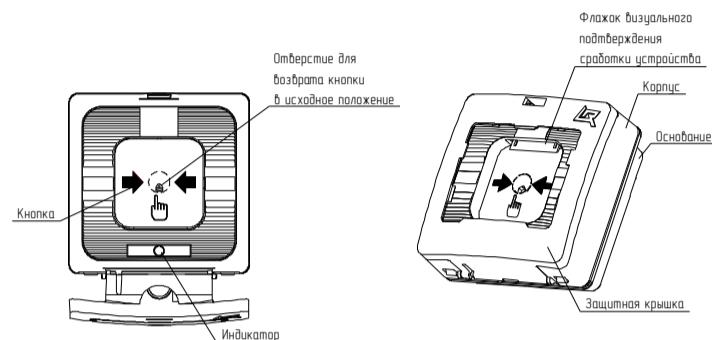

Рисунок 1
5.1 УДП представляют собой устройства, формирующие сообщение о событии при нажатии на приводной элемент (кнопку). При этом формируется сообщение в виде скачкообразного уменьшения сопротивления в ШС до величины не более 500 Ом, сопровождающееся включением оптического индикатора и выпадением цветного флагжа (Рисунок 1).
Выпадающий цветной флагжок является визуальным подтверждением нажатого состояния приводного элемента УДП (Рисунок 1). При возврате кнопки в исходное положение флагжок занимает начальную позицию.